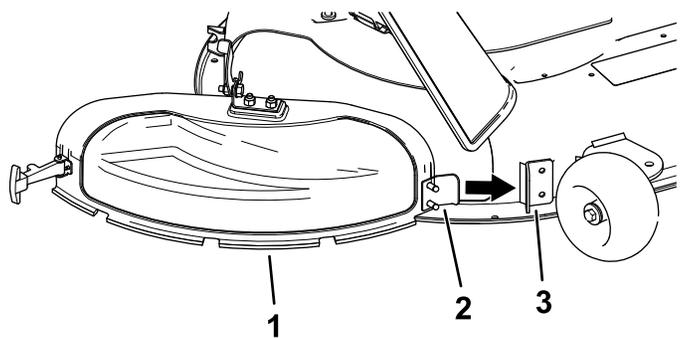

Figure 2
2. Inclinez la languette en métal sur le couvercle d'éjection pour la rentrer dans la fente du support qui est soudé au plateau de coupe (Figure 2).